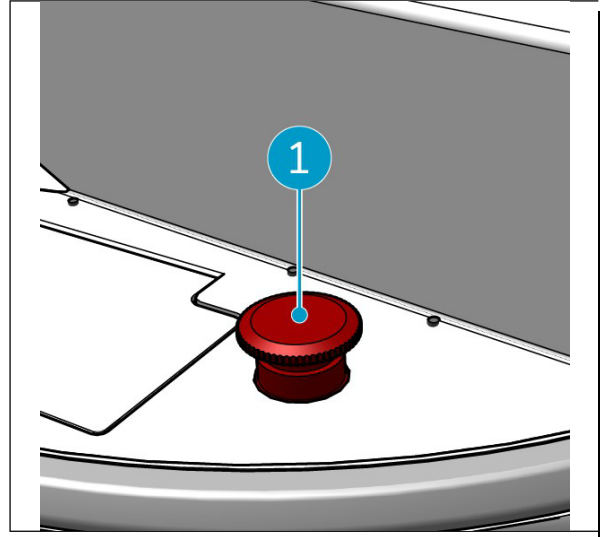

Figura 42
1. En caso de emergencia, pulse el botón de parada de emergencia de la unidad principal del i-walk (Figura 42, pos. 1). La página i-walk se detendrá y la barra luminosa parpadeará en rojo.